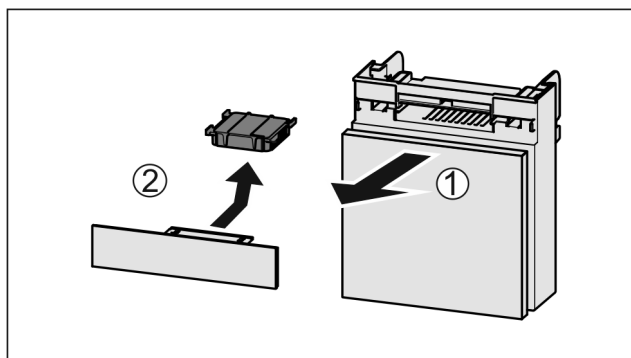

Fig. 227
- Fach nach vorne herausziehen Fig. 227 (1).
- Aktivkohlefilter entnehmen Fig. 227 (2).